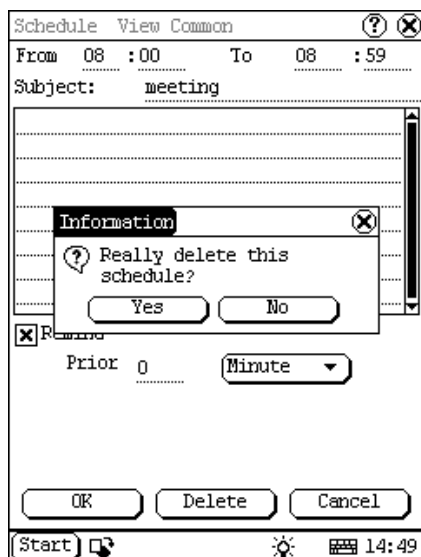

Abb. 4-32
- 3) Dann wird der Termin in dem geöffneten Interface angezeigt. Siehe Abb. 4-32.